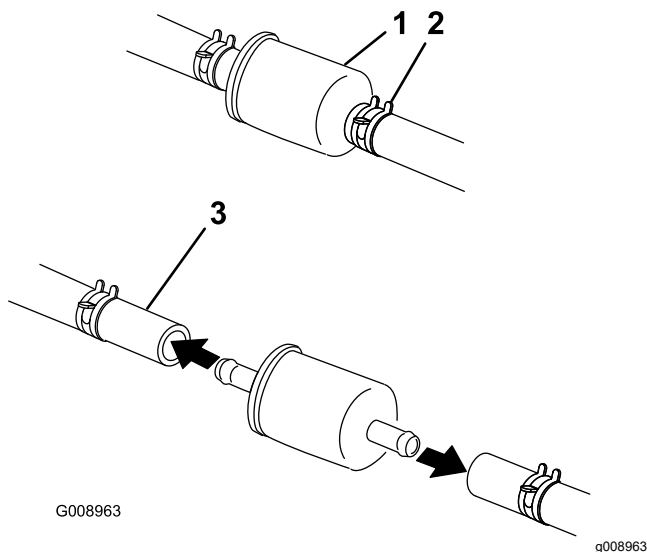

Figura 40
4. Apriete los extremos de las abrazaderas y deslícelas por el tubo alejándolas del filtro (Figura 40).